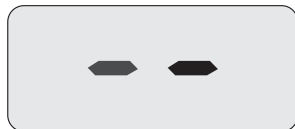
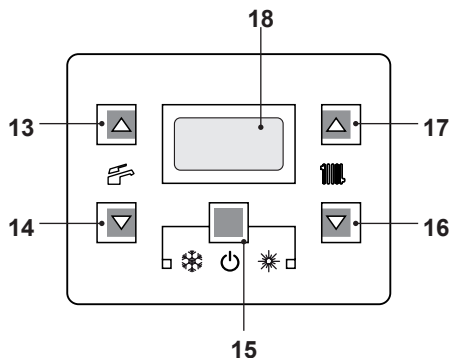

Figura 6.6
Figura 6.7
- Alimentare elettricamente la caldaia azionando l'interruttore bipolare previsto in installazione. Il display LCD visualizza il simbolo   (Figura 6.6).
- Tenere premuto per 2 secondi il tasto 15 fino a far apparire sul display entrambi i simboli  e  (Figura 6.7).
- Spegnerne la caldaia tenendo premuto per 2 secondi il tasto 15 (Figura 6.7) fino a far apparire sul display LCD il simbolo  (Figura 6.6).